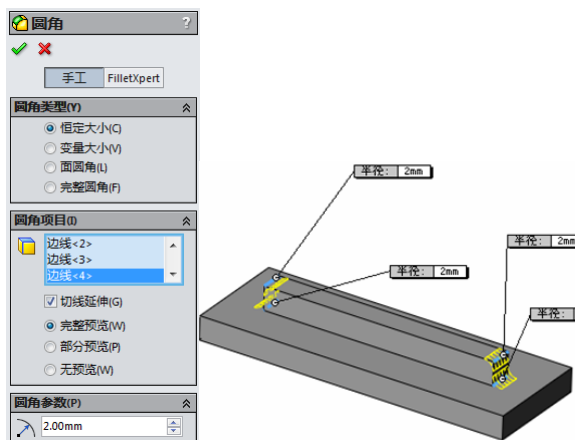

图 10-48 进行圆角操作
⑥生成“圆角”特征。单击“特征”工具栏中的“圆角”按钮，或执行“插入”→“特征”→“圆角”菜单命令，系统弹出“圆角”属性管理器，选择圆角类型为“等半径”，在圆角半径输入栏中键入数值 2，单击鼠标拾取实体的边线，如图 10-48 所示，单击“确定”按钮生成圆角。